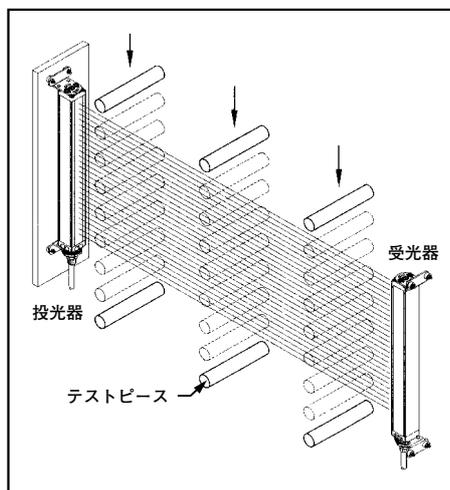

Fig.31 テストピースの使用
- 機械を停止状態にして、検出エリア内の投光器前面、受光器前面、および投受光器の中央部の3点で、適切なテストピースを検出エリアと垂直にして上から下へゆっくり動かします(Fig.31参照)。どの場合も、テストピースが検出エリア内にあるとき、赤色のLEDが点灯を保持します。テストピースを検出エリア外にしたとき、再度緑色のステータス表示LEDが点灯します。テストピースが検出エリアにあるときに緑色のLEDが点灯する場合は、検出エリアの側に光沢面がないか、およびフィクスト・ブランキングの使用によってガードされていないエリアがないかを確認してください(P.45「警告」参照)。**原因が分かり、対策が終わるまで次のステップへは進まないでください**(P.18「3.2.2 ハードガード」とP.20「3.2.4 光沢面が側にある場合」参照)。
- b) 機械を停止状態にして、検出エリア内の投光器前面、受光器前面、および投光器の中央部の3点で、適切なテストピースを検出エリアと垂直にして上から下へゆっくり動かします（P.43のFig.31参照）。どの場合も、テストピースが検出エリア内にあるとき、赤色のLEDが点灯を保持します。テストピースを検出エリア外にしたとき、再度緑色のステータス表示LEDが点灯します。テストピースが検出エリアにあるときに緑色のLEDが点灯する場合は、検出エリアの側に光沢面がないかを確認してください（P.45「警告」参照）。**原因が分かり、対策が終わるまで次のステップへは進まないでください**（P.18「3.2.2 ハードガード」とP.20「3.2.4 光沢面が側にある場合」参照）。